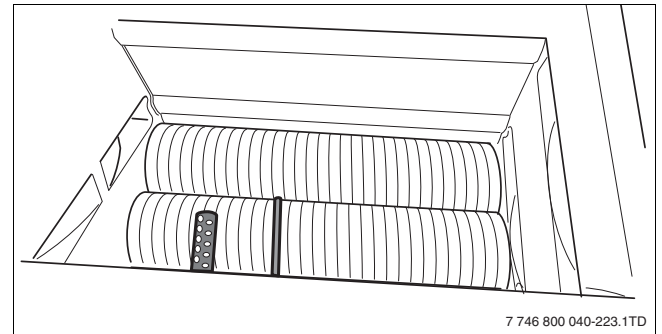
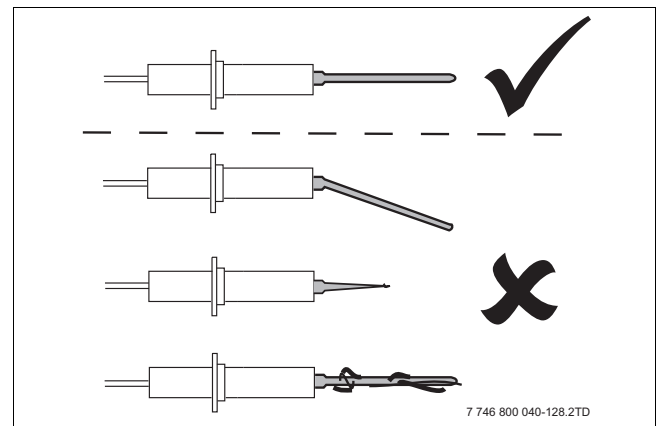
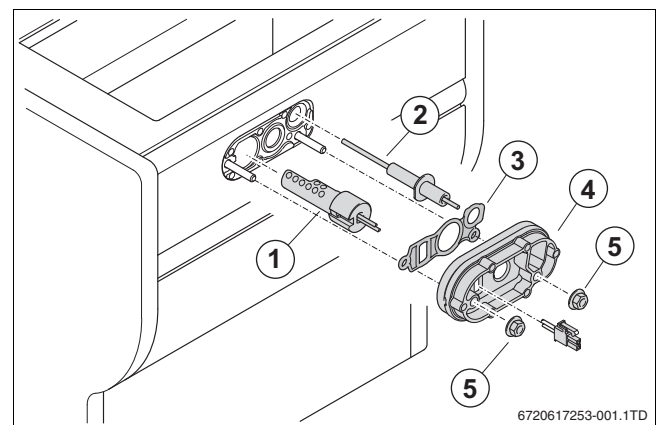

Fig. 80 Verificarea electrodului de aprindere și a electrodului de ionizare
Fig. 81 Verificarea electrodului de ionizare
Fig. 82 Înlocuirea instalației de aprindere
- ▶ La fiecare 4 ani garnitura de etanșare (→ fig. 82, [3]) și placa de acoperire trebuie înlocuite cu garnitura de etanșare (→ fig. 82, [4]).
▶ Verificați individual componentele unității de aprindere (→ fig. 82) în vederea uzurii, deteriorării sau impurităților (→ fig. 80 și fig. 81).